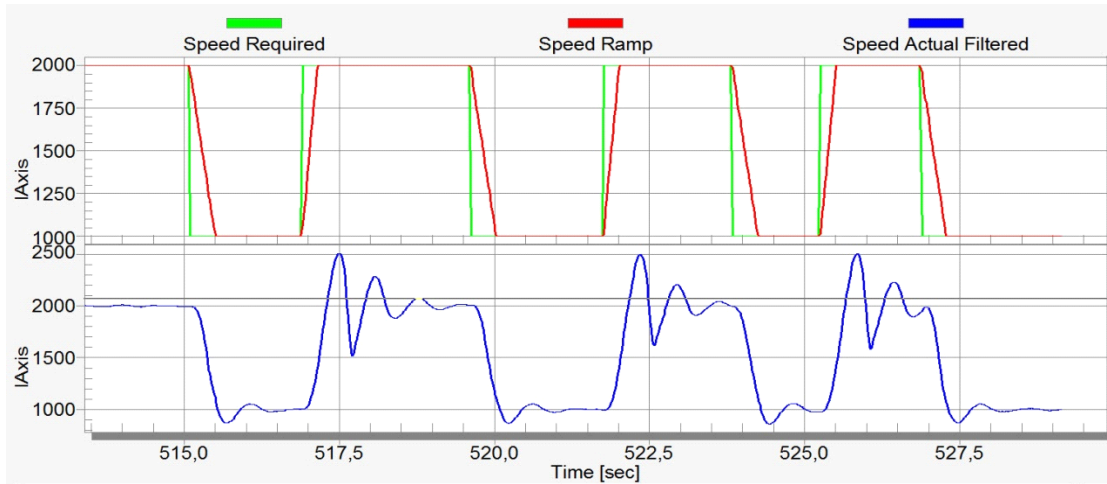

图13. 速度控制响应— SL_Kp 值过低， $Speed Actual Filtered$ 大幅过冲
- SL_Kp 值过低， $Speed Actual Filtered$ 大幅过冲，稳定时间较长，见图13。